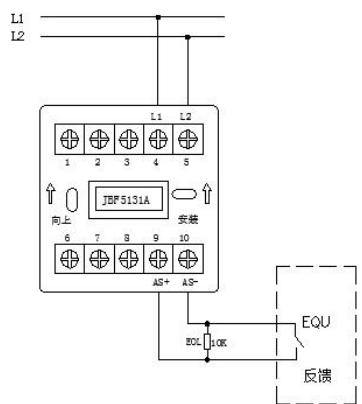

图 3 接线方式：监视无源闭合应答的现场设备
- 监视无源闭合应答的现场设备时：AS+（端子 9）、AS-（端子 10）：接应答（无源触点），连接在 AS+和 AS-上的监视设备的动合端必须并联 10KΩ终端电阻。接线示意图如图 3：